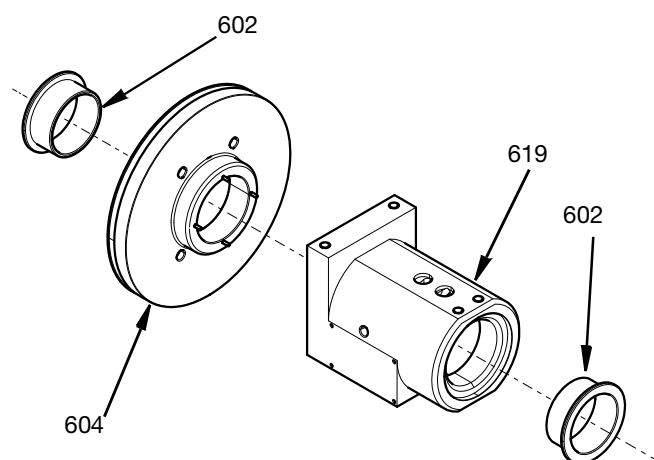

FIG. 21
1. Applicare un lubrificante leggero su tutte le guarnizioni e gli O-ring prima di montarli sulle parti interne del corpo girevole. Inserire i cuscinetti della flangia (602) nel corpo girevole (619) e nell'alloggiamento del cuscinetto (604). Vedere FIG. 21.